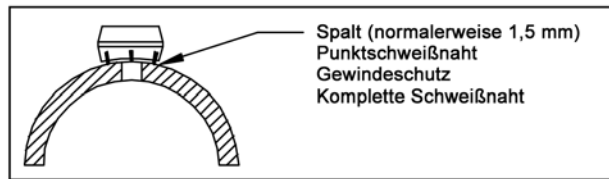

Abbildung 3. Schweißspalt
- Fixieren Sie unter Beachtung eines angemessenen Schweißspalts (typisch: 1,5 mm) den Threadolet mit einem Schweißpunkt in der richtigen Position, und entfernen Sie dann den Sensor und das Gehäuse der Federverriegelung. Schützen Sie die Gewinde am Threadolet, und schweißen Sie den Threadolet nach den geltenden Vorschriften und Normen für Rohrleitungen an das Rohr (siehe Abbildung 3).